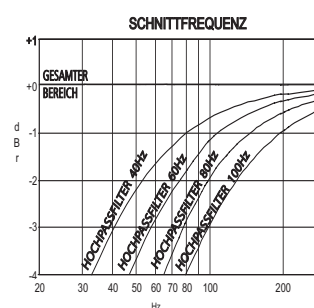

ABBILDUNG 8
9. BIAMP (Crossover Frequency Selection): Bei Verwendung kleinerer Regallautsprecher in Verbindung mit einem aktiven Subwoofer (siehe Abschnitt PRE OUT 2 unter "Verbindungen und Bedienelemente an der Rückseite") ermöglicht der M3 die Anpassung der Lautsprecherschnittfrequenz an die Basswiedergabe der Lautsprecher. Drücken Sie die Taste BIAMP, um durch die Filtersequenz zu schalten. Wenn Sie diese Taste länger als eine Sekunde drücken, wird die Schnittfrequenz in dieser Reihenfolge gewählt: BI-AMP CROSSOVER FULL RANGE (voller Frequenzbereich für den Betrieb von zwei Verstärkern), HIGH PASS 40 Hz (Hochpass, 40 Hz), HIGH PASS 60 Hz (Hochpass, 60 Hz), HIGH PASS 80 Hz (Hochpass, 80 Hz), HIGH PASS 100 Hz (Hochpass, 100 Hz) und dann wieder BI-AMP CROSSOVER FULL RANGE (voller Frequenzbereich). Lassen Sie die Taste BIAMP los, um die Sequenz zu beenden. Abbildung 8 zeigt Beispiele des Frequenzgangs bei der Schnittfrequenz. Das Anschließen eines Subwoofers ist im Abschnitt "Verbindungen und Bedienelemente an der Rückseite", PRE OUT 2, beschrieben.